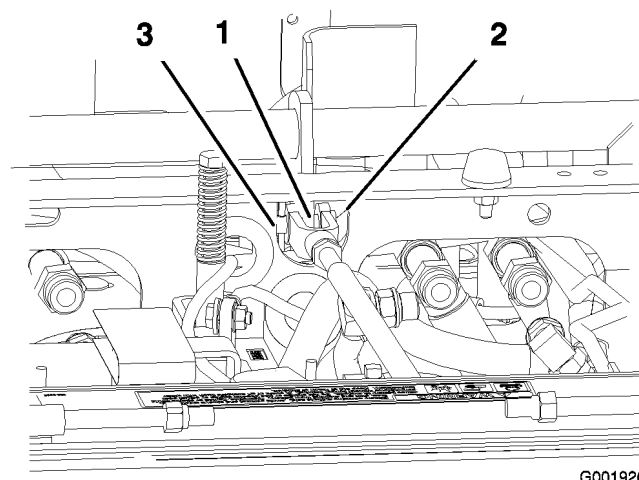

Figure 44
3. Mesurez verticalement la distance qui sépare l'avant de la barre de freinage et la bande de roulement ; elle doit être de 22 à 25 mm (Figure 44).
6. Tournez la chape dans le sens horaire pour raccourcir la distance, ou dans le sens anti-horaire pour l'allonger (Figure 44).